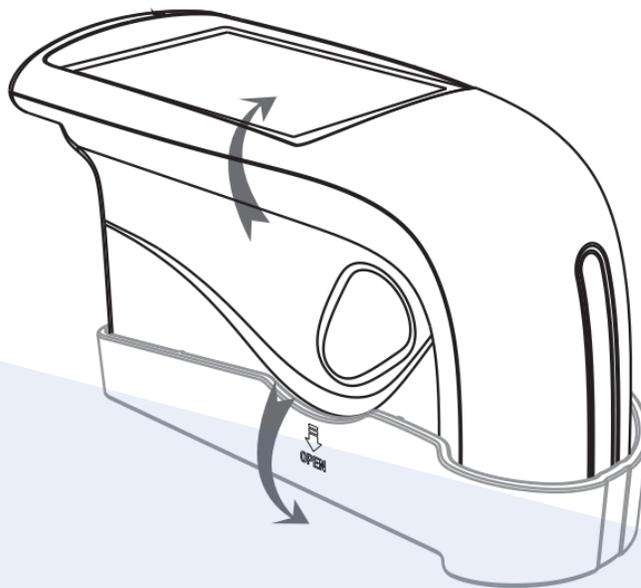

Figura 2. Método de separación
***Atención: El método para separar la cubierta protectora del instrumento se muestra en la figura 2. Sujete el instrumento con una mano, con la otra sujete la cubierta protectora y luego sepárela según la marca "Open". Sólo es necesario separarla por un lado. No la separe por dos lados.**